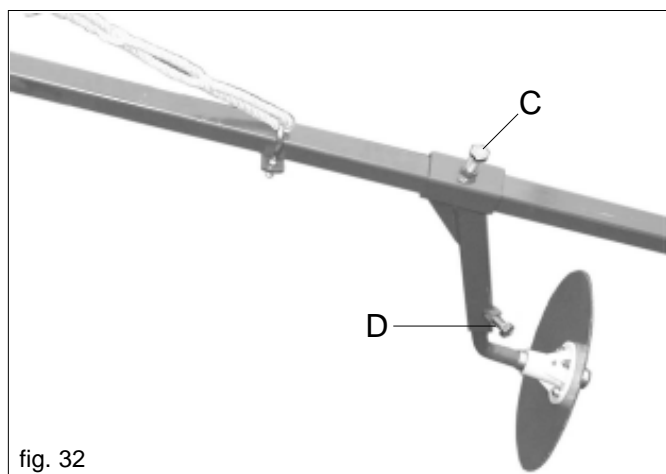

fig. 32
- desserrer le boulon (C, D Fig. 32)
- bloquer le boulon (C, D Fig. 32)